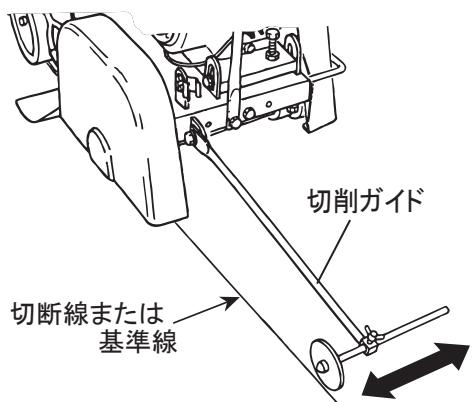

図 16
4. 切削ガイドがダイヤモンドブレードと一直線上(切断線または基準線)になるように調整してください。(図16)
4. 切削ガイドがダイヤモンドブレードと一直線上になるように調整してください。(図16)
1. 切削ガイドを切断線または基準線に合わせます。(14ページの図16)